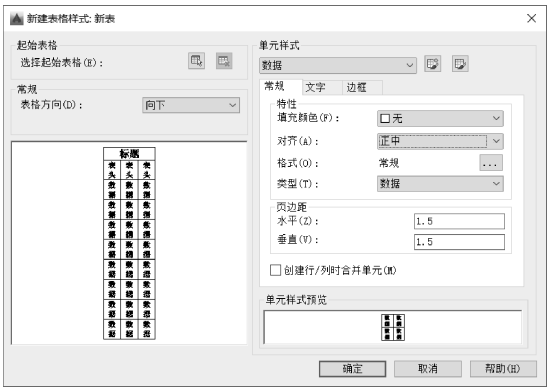
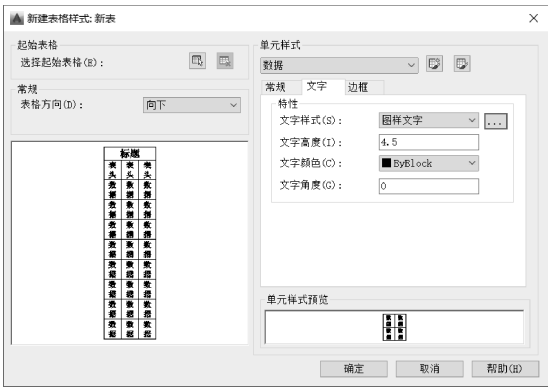

图 7-40 “新建表格样式：表格样式”对话框
图 7-41 “数据”样式的“文字”选项卡设置
- 3) 在“新样式名”文本框中输入“新表”。单击“继续”按钮，打开“新建表格样式：新表”对话框，如图 7-40 所示。
- 4) 设置“数据”单元样式：在“常规”选项卡中，选择对齐方式为“正中”，如图 7-40 所示。在“文字”选项卡中，选择“图样文字”样式，如图 7-41 所示。如果未设置文字样式可以单击“浏览”按钮，在打开的对话框中，重新设置“仿宋”字体为“图样文字”。